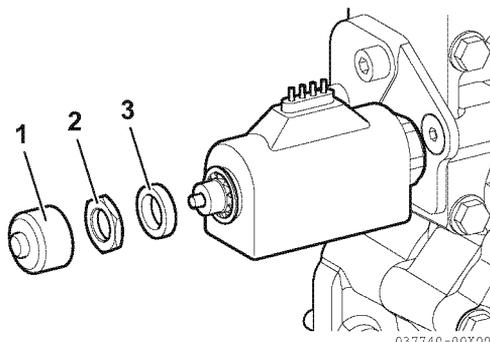

**Figure 10**
- Fonctionnement normal (1, **Figure 10**)
- Fonctionnement d'urgence (2, **Figure 10**)